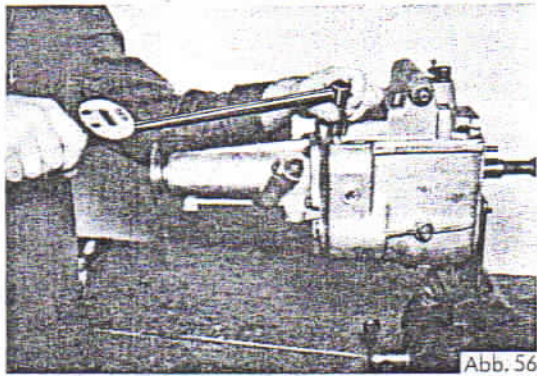

Abb. 56
50. Befestigungsmuttern des Schaltturmes mit Federscheiben aufschrauben und mit 3,0 mkg anziehen (Abb. 56).